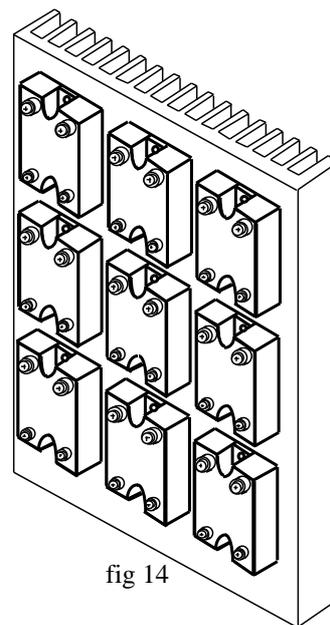

fig 14
e) Montage de plusieurs relais sur un seul dissipateur (fig 14)